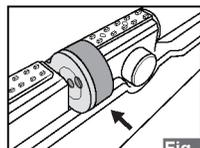

Fig. 8a
3) Com a parte transparente do magazine apontada para a traseira da carabina, insira o magazine do lado direito e empurre até que o mesmo se encaixe na posição correta. (Fig. 8a.)